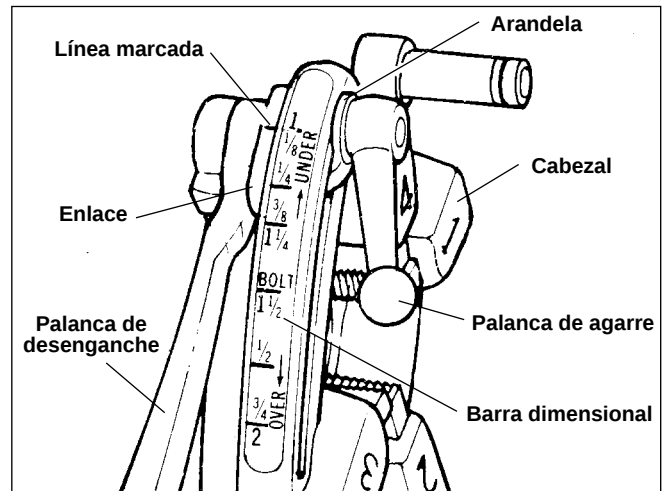

Figura 9 – Cabezal de Terrajas Universal de Apertura Rápida
6. Cabezal de terrajas de Apertura Rápida No. 811A (Figura 9) – Cuando se haya completado la rosca, gire la palanca de desenganche a la posición de OPEN (abierto) para retraer las terrajas.
El Cabezal de terrajas Universal No. 811A (Figura 9) para roscas a mano derecha necesita cuatro juegos de terrajas para roscar tubería desde $\frac{1}{8}$ hasta 2 pulgadas. Se precisa un juego de terrajas para cada uno de los siguientes tamaños: ($\frac{1}{8}$ pulg), ($\frac{1}{4}$ y $\frac{3}{8}$ pulg), ($\frac{1}{2}$ y $\frac{3}{4}$ pulg) y (1 a 2 pulgs). Para roscar pernos se necesita un juego distinto de terrajas para cada tamaño de perno. No se encuentran disponibles terrajas para cabezales universales a mano izquierda.